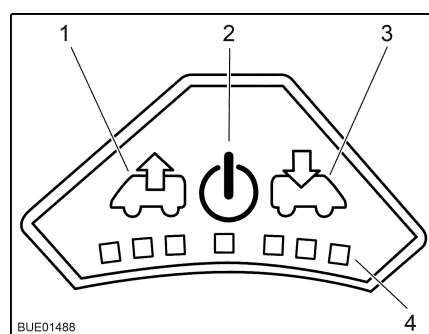

Fig. 50 Quadro comandi del ventilatore
- Accensione:* ■ Premere il tasto On/Off (Fig. 50,2). Il ventilatore funziona in modalità comfort (sfiato al numero di giri minimi del ventilatore).
- Sfiato:* ■ Per aumentare il numero di giri del ventilatore: Premere il tasto Sfiato (Fig. 50,1). Il numero di giri del ventilatore aumenta di uno stadio in direzione sfiato. I LED (Fig. 50,4) indicano gli stadi di commutazione.
■ Per ridurre il numero di giri del ventilatore: Premere il tasto Aerazione (Fig. 50,3). Il numero di giri del ventilatore si riduce di uno stadio.
- Aerazione:* ■ Per aumentare il numero di giri del ventilatore: Premere il tasto Aerazione (Fig. 50,3). Il numero di giri del ventilatore aumenta di uno stadio in direzione aerazione. I LED (Fig. 50,4) indicano gli stadi di commutazione.
■ Per ridurre il numero di giri del ventilatore: Premere il tasto Sfiato (Fig. 50,1). Il numero di giri del ventilatore si riduce di uno stadio.
- Spegnimento:* ■ Premere il tasto On/Off (Fig. 50,2). Il ventilatore si ferma, i LED si spengono.